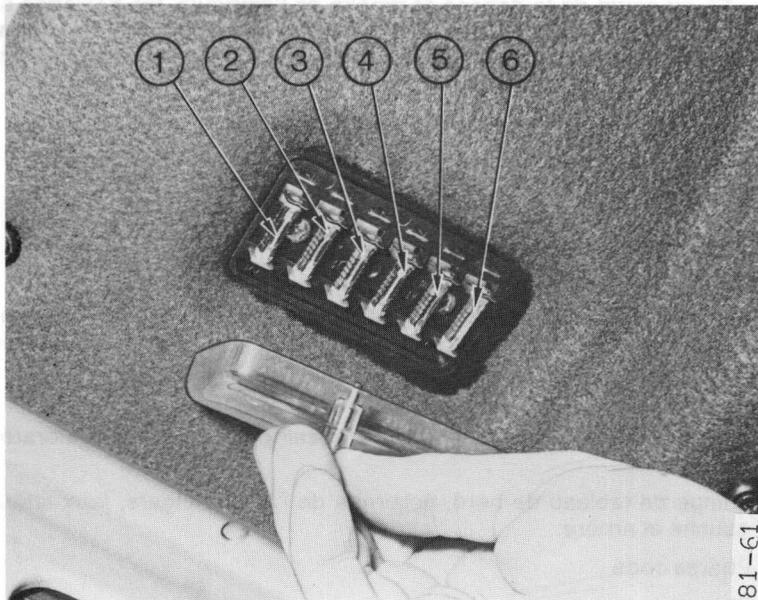

Fig. 50
La seconde boîte à fusibles est située du côté gauche du plafond de cabine (fig. 50) elle protège les circuits suivants :
- 1 – (Fig. 50). Phares de travail de toit (si montés).